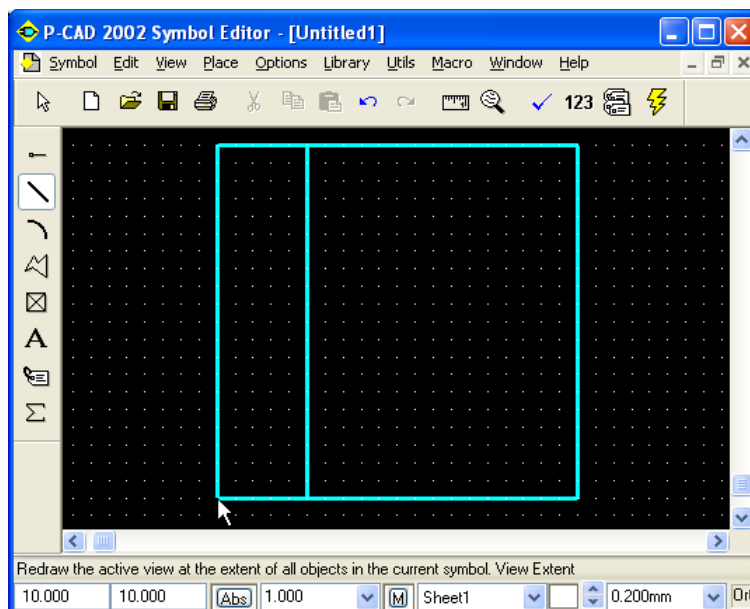

Рис. 4.2 - Прямоугольный контур УГО логического элемента «НЕ-И»
- Теперь в квадрате необходимо провести вертикальную линию. Для этого установим курсор в точку (15; 10) и щелкнем **ЛК**. Переставить курсор в точку с координатами (15; 30) и вновь щелкнем **ЛК**, а затем **ПК** (см. *рис. 4.2*).